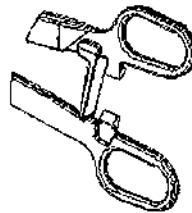

Figura. 5
2. Colocar el tejido en el centro de la abertura del cartucho/mordazas y la longitud total del tejido no excederá el cabezal del cartucho. De lo contrario, el bolso cadena puede fallar. Para la posición correcta consulta Pic 4. Por favor nota, no abra la barra de seguridad antes de todo el trabajo de preparación se realiza (Ver la figura 5).